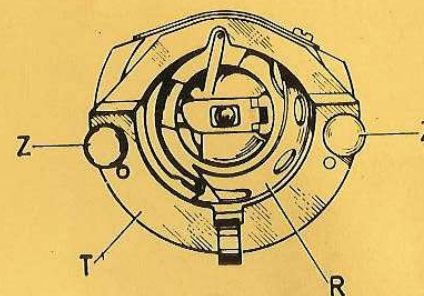

Fig. 29
- Snap out buttons « Z » (Fig. 29).